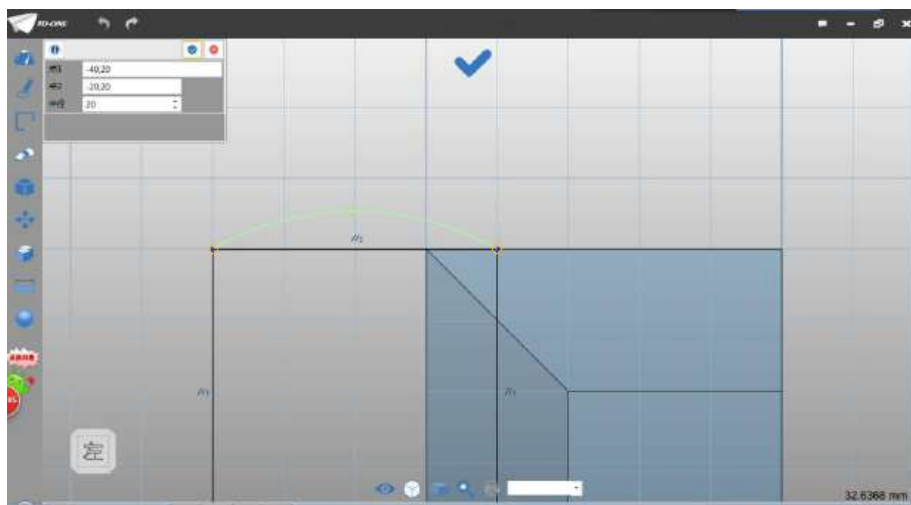

图 1-8
Step 8 点击确定按钮。选择圆弧命令 ，绘制半径为 20 的圆弧，如下图 1-8 所示：